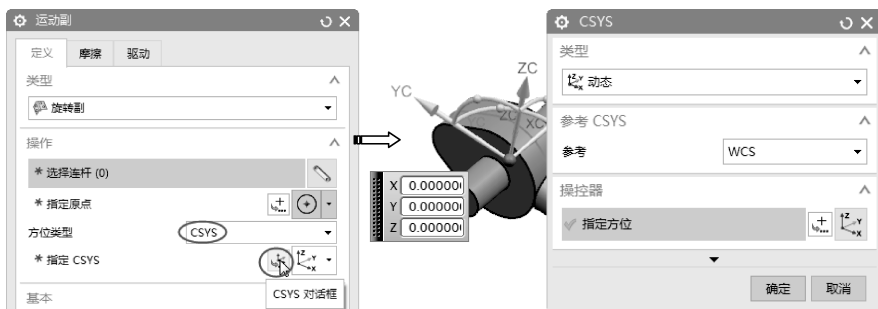

图 8-50 指定运动副的参考坐标系
- 05 单击【运动副】按钮，打开【运动副】对话框。首先定义凸轮的旋转副。在对话框的【操作】选项区中选择方位类型为【CSYS】，然后定义默认的工作坐标系为参考坐标系，如图 8-50 所示。